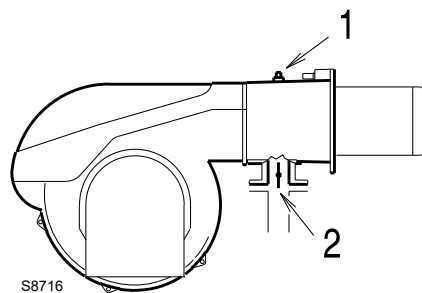

Fig. 24
Presión de gas medida en la toma 1)(Fig. 24), con:
Pérdida de carga en válvula de mariposa del gas 2)(Fig. 24) con apertura máxima: 90°.
- restar a la presión del gas en la toma 1)(Fig. 24) la presión de la cámara de combustión.
En cambio, para conocer la presión de gas necesaria en la toma 1)(Fig. 24), una vez fijada la potencia en la cual se desea que funcione el quemador con la máxima potencia:
- Leer a la derecha, en la columna 1, la presión en la toma 1)(Fig. 24).
presión necesaria en la toma 1)(Fig. 24).